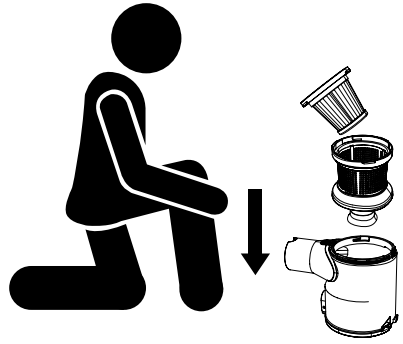

FIG. 11
7. Umieść pojemnik na kurz z powrotem na korpusie: pojemnik obróć w gnieździe mocującym w lewą stronę do momentu zatrzaśnięcia sygnalizującego, że pojemnik na kurz został zainstalowany na swoim miejscu (Rys.11).